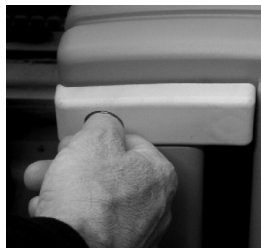
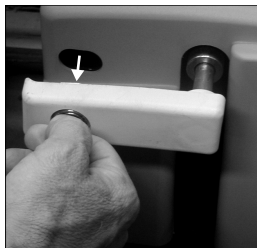

Fig.1
Fig.2
- 1) Coloque a chave fornecida na fechadura (Fig. 1), gire-a em sentido horário e puxe pela alavanca de desbloqueio para fora (Fig. 2).